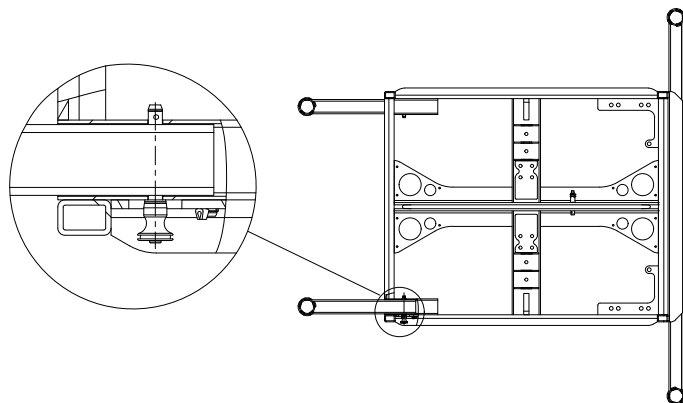

Abbildung 4.5.3 - Montage vorn VERA ORF900 Outrigger am VERA RF900
3. Stecken Sie alle Kugelsperrbolzen immer komplett durch alle Vierkantrohre (siehe Abbildung 4.5.3 links).